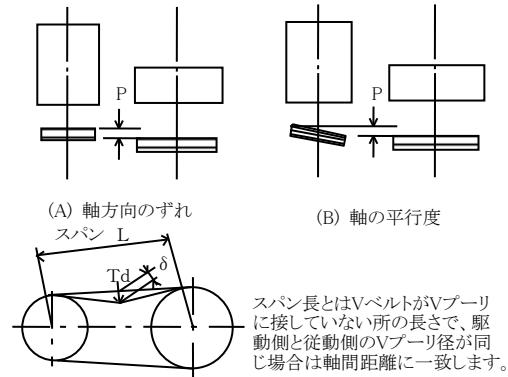
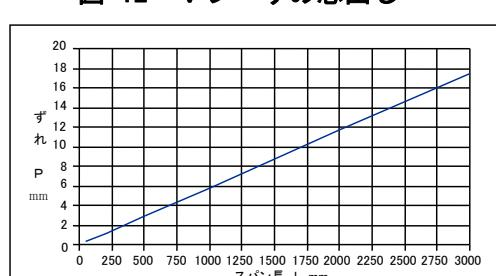
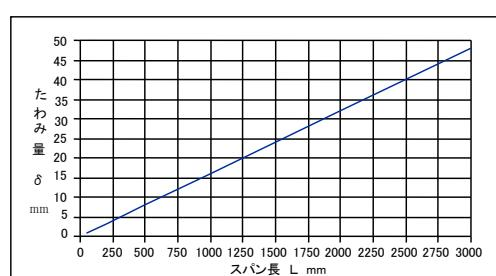

図 12 Vブーリの芯出し
図 13 Vブーリのずれ許容寸法 (P mm)
図 14 Vベルトの必要たわみ量 (δ mm)
- (1) ファンは工場で正しく心出し調整して出荷していますが、据付終了後再調整してください。
- (2) Vブーリのミスアライメントは、Vベルトの寿命を縮める要因になりますので正確に調整をしてください。
ミスアライメントには、Vブーリの軸方向のずれと軸の平行度の2つが含まれます。図12 (A) が軸方向のずれで、同図 (B) が軸の平行度です。それぞれのずれの許容寸法 (P mm) は、同図 (C) に示されるVブーリ間のスパン長 (L mm) により、図13に示された値以下といたします。Vベルトを張った後で許容寸法を確認してください。ずれPは、極力小さく調整してください。
- (3) Vベルトは、取付張力が不足するとスリップが発生しやすくなり、Vベルトの寿命に影響を与えます。また張力が高すぎるとVベルトの寿命を縮めるだけでなく、軸荷重が過大になり、軸受の寿命を縮めます。Vベルトの張り調整は次の手順により行います。
- ・たわみ量 (δ mm) はスパン長 (L mm) をはかり、図14より求めます。